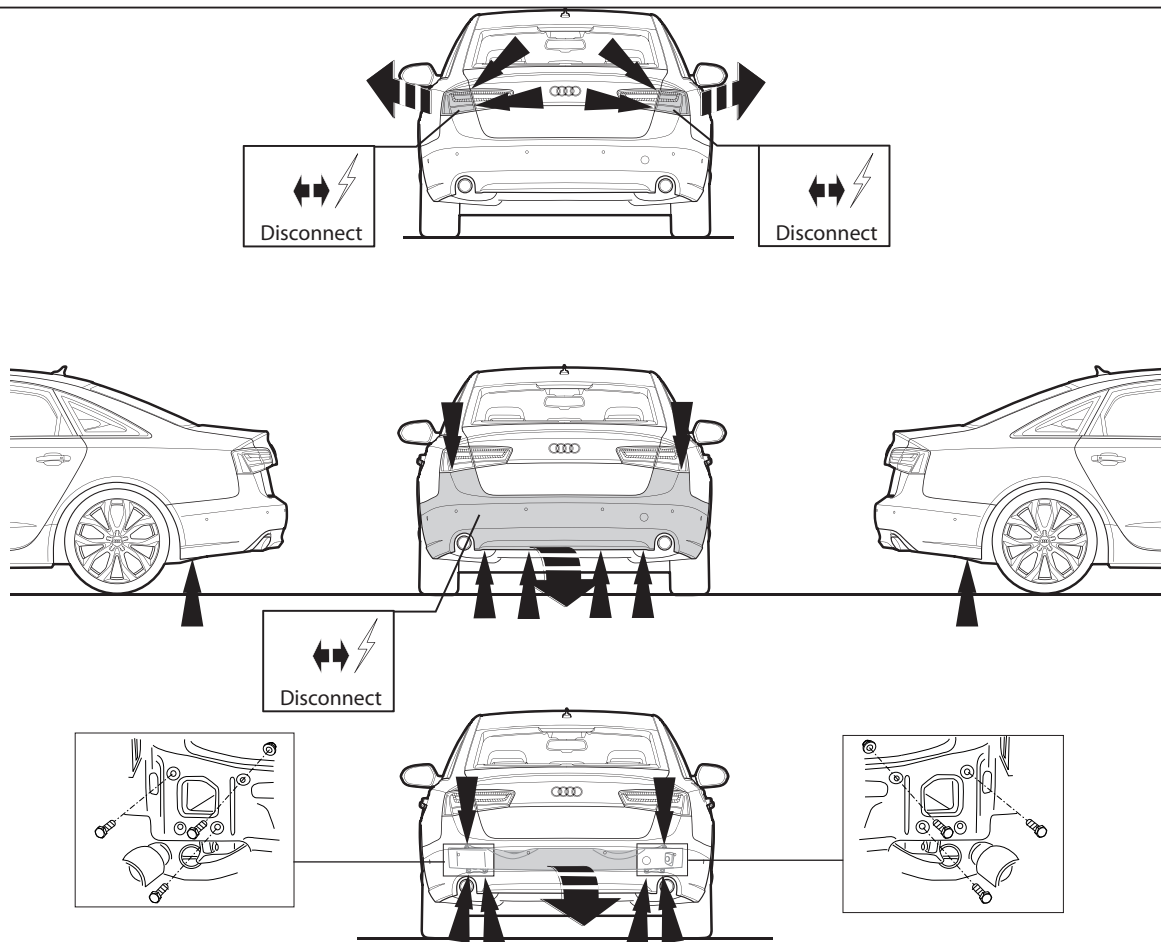

Fig. 1
1. Снять оба блока задних фар. Снять бампер вместе со стальным буферным брусом автомобиля; буферный брус больше не понадобится. См. рисунок 1/ 1а.